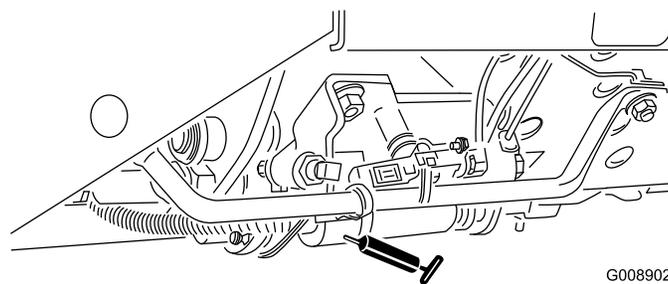

Рисунок 57
- Движок режима скашивания/транспортировки (Рисунок 57)